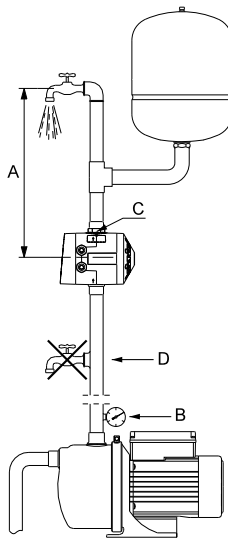

Рис. 2 Пример монтажа
Установить модуль со стороны нагнетания насоса. См. рис. 2.
Модуль PM 2 может быть установлен в системах с или без гидробака. См. рис. 2.
#### Поз. А на рис. 2:
**Поз. В на рис. 2:**
**Поз. С на рис. 2:**
**Поз. D на рис. 2:**